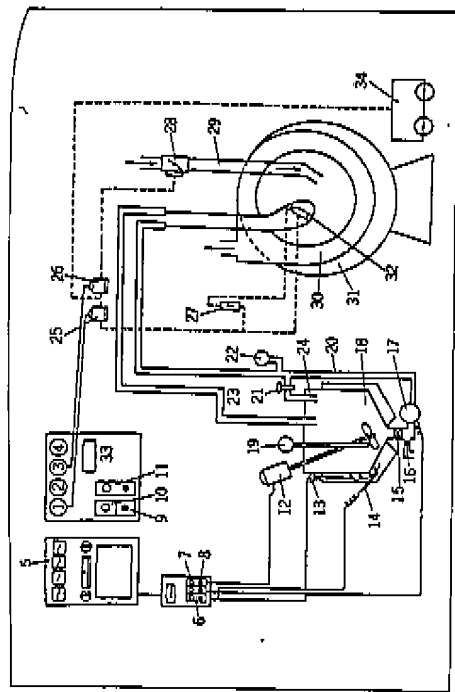

図4-22 エアスプレー方式の自動着衣装置の機構のモデル図（フロイント産業）
糖衣用にもフィルムコート用にも用いられるが、糖衣の場合には、薬錠への水分の浸透を防止する目的で、フィルムコート用の一種である防湿コーティング（中性であり水に難溶なコーティング剤による）が施された上に、以下の糖衣工程が施けられるのが通常である。①まず比較的固形成分（白糖その他）の濃度が高い下掛け（subcoating）液を施して、錠剤に丸味をもたせる下掛け工程。②次いで比較的固形成分の濃度が低い糖衣液を施用して錠表面を平滑にする smoothing 工程。③さらに着色工程。④仕上げ工程を終えたのち、⑤つや出し工程により糖衣工程は完了する。この操作は手動で行うこともできるが、スプレーを用いて自動的に行う装置の一例を図4-22に示した。フィルムコーティングは、目的に応じたコーティング剤（3-1参照）を溶解したフィルムコーティング液をスプレーで施用するが、自動化した装置は、糖衣用のそれ（図4-22）とほとんど変わらない。